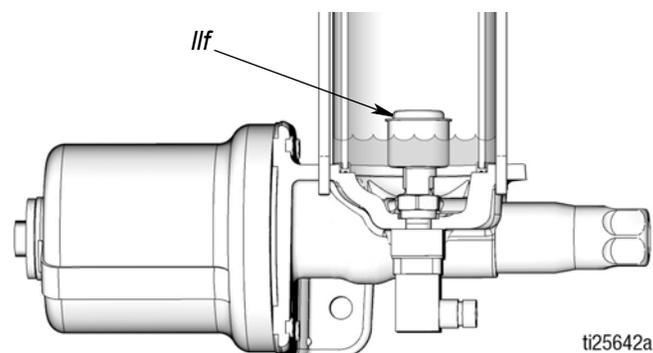

FIG. 10: Flotador de nivel bajo en posición totalmente baja
Según se va dispensando aceite, el flotador de nivel bajo comienza a bajar. Cuando el aceite del depósito llega a un nivel bajo, el flotador, situado en la parte baja (mostrado en FIG. 10) abre el interruptor de nivel bajo normalmente cerrado y se envía una señal de bajo nivel al controlador del lubricador (J).